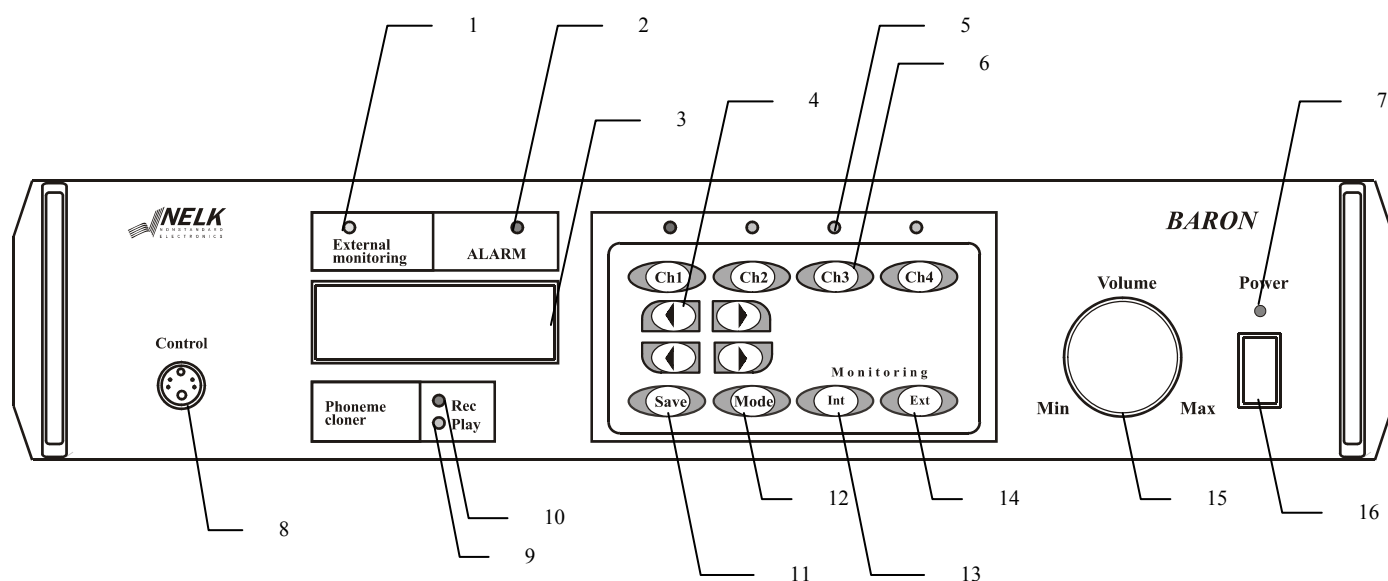

Рисунок 1 - Общий вид и назначение органов управления и индикации на передней панели виброгенератора Барон.
4. Подключить кабель для записи речевых сонограмм к последовательному порту ПЭВМ и к разъему **Control** на передней панели прибора (см. рис. 1).